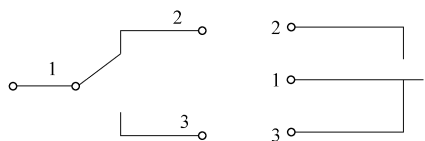

图 5-116 转换型触点示意图
3) 转换型触点。图 5-116 所示是转换型触点示意图, 它用 Z 表示 (国外称 C 型)。一组中有 3 个触点, 一个动触点, 两个静触点。不通电时, 动触点和其中一个静触点断开和另一个闭合。通电后动触点移动, 原来断开的闭合, 原来闭合的断开。